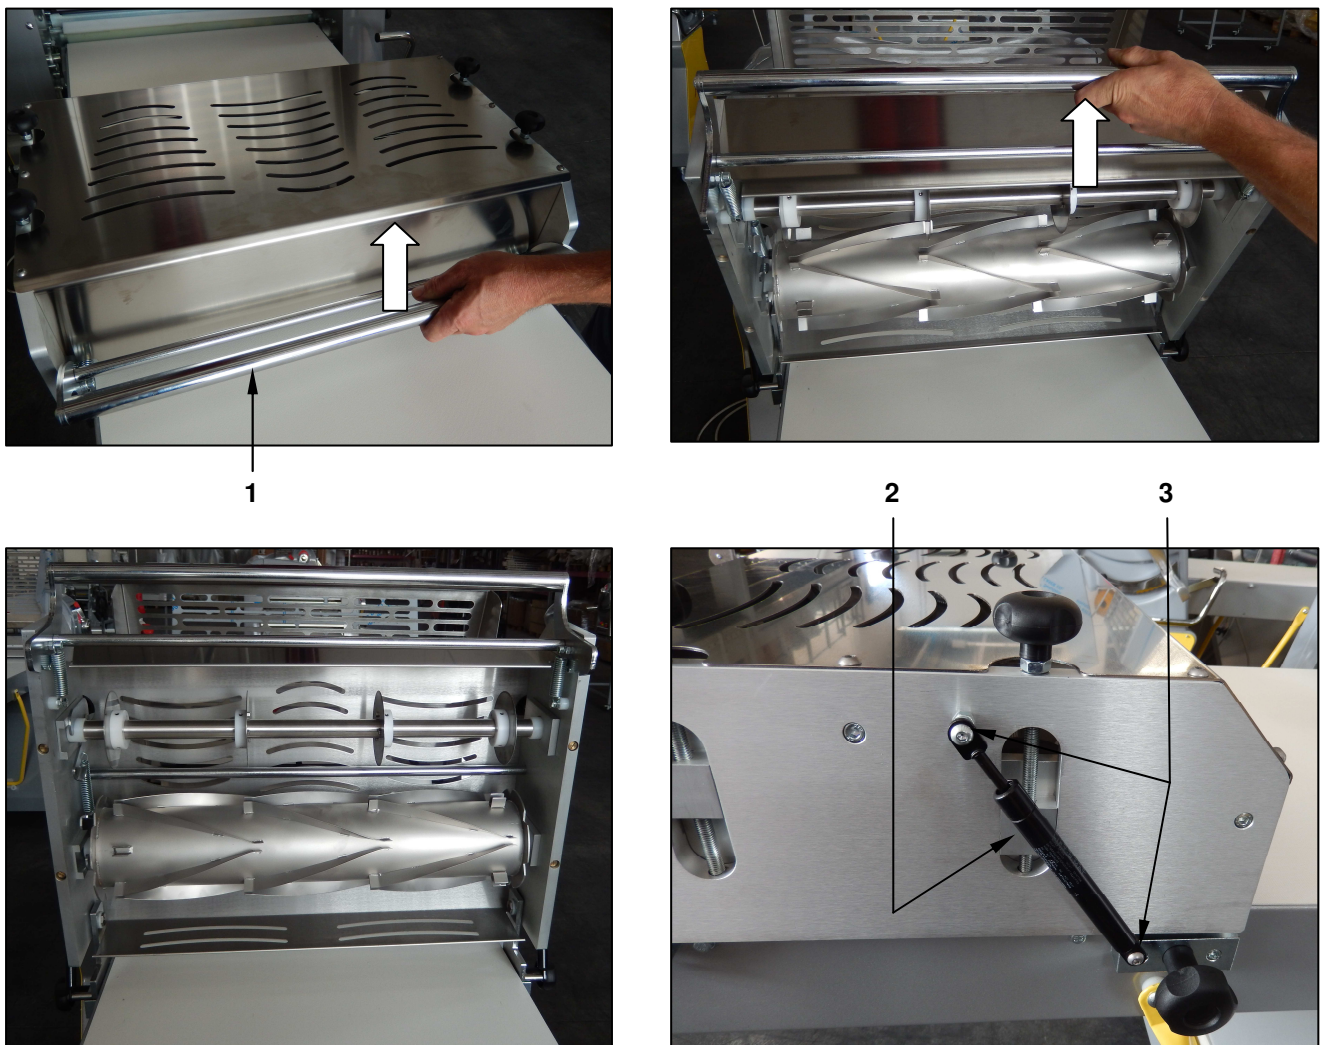

Рис. 23 - Отключение узла резки
Для использования машины только для раскатки без демонтажа узла резки достаточно просто вывести последний из зацепления с системой, приподняв разблокировочную рейку (1) (Рис. 23) (для облегчения разблокировки одной рукой прижмите узел вниз).